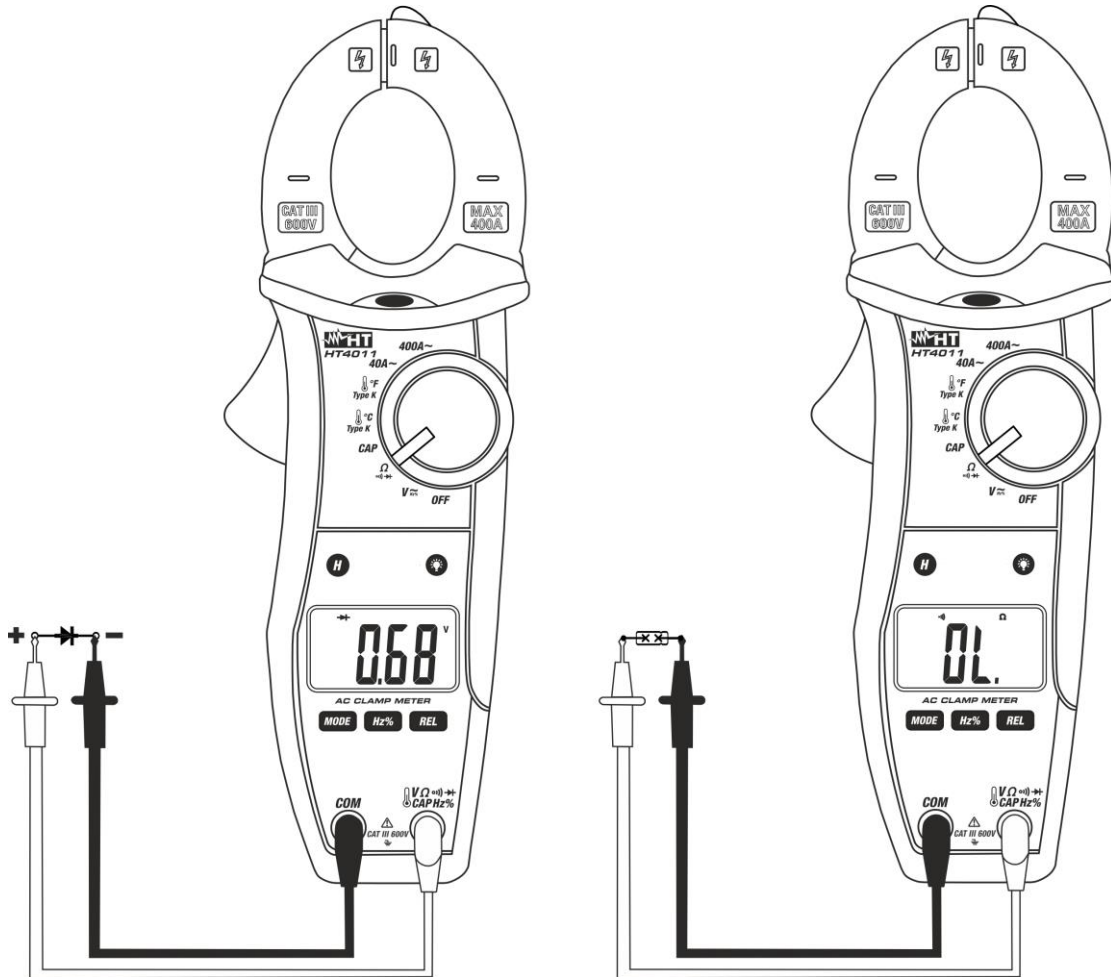

Fig. 7: Uso de la pinza para la prueba de Continuidad y Prueba de Diodos
3. Inserte el cable rojo en el terminal de entrada $V\Omega \rightarrow$ CAPHz% y el cable negro en el terminal de entrada **COM** y efectúe la prueba de continuidad sobre el objeto en prueba (vea Fig. 7 – parte derecha). El indicador acústico emite una señal acústica cuando el valor de la resistencia medida es inferior a aproximadamente 150Ω
5. Conecte la punta roja al ánodo del diodo y la punta negra al cátodo en caso de medida de polarización directa (vea Fig. 7 – parte izquierda). Invierta la posición de las puntas de prueba en caso de medida de polarización inversa